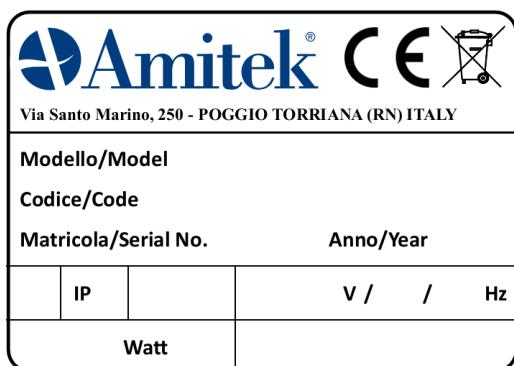

Fig.1 - Abb.1
Lire attentivement les instructions contenues dans ce manuel. Avant de brancher l'appareil, contrôler que les données reportées sur la plaquette technique (Fig.1) correspondent à celles du réseau de distribution électrique. Avant de commencer n'importe quelle opération, débrancher l'appareil du réseau électrique. L'installation doit être effectuée par du personnel spécialisé et conformément aux instructions du constructeur et aux normes en vigueur. Cet appareil ne doit être utilisé que pour cuire des œufs dans de l'eau.
- La plaquette d'identification et de données techniques est placée au dos de l'appareil (Fig.1).
Wir bitten Sie, diese Bedienungsanleitung sorgfältig zu lesen und gut auf zubewahren, damit Sie bei evtl. Rückfragen jederzeit darin nachschlagen können. Bevor Sie das Gerät anschließen, vergewissern Sie sich, dass die auf dem Typenschild aufgeführten technischen Angaben mit Spannung und Frequenz Ihres Stromnetzes übereinstimmen (Abb.1). Vor jeglichem Eingriff an dem Gerät ist der Netzstecke zu ziehen. Die Installation hat durch qualifiziertes Fachpersonal gemäss den Anweisungen des Herstellers und unter Beachtung der geltenden Gesetze zu erfolgen. Dieses Gerät darf nur zum Kochen von Eiern in Wasser verwendet werden.
- Das technische Typenschild ist auf der Geräterückseite angebracht (Abb.1).